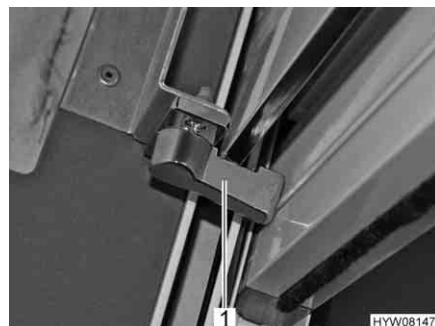

Fig. 21 Chiusura di sicurezza oscurante a rullo
- Sui entrambi i lati, ruotare spingendo indietro (Fig. 21) la chiusura di sicurezza (Fig. 21,1).